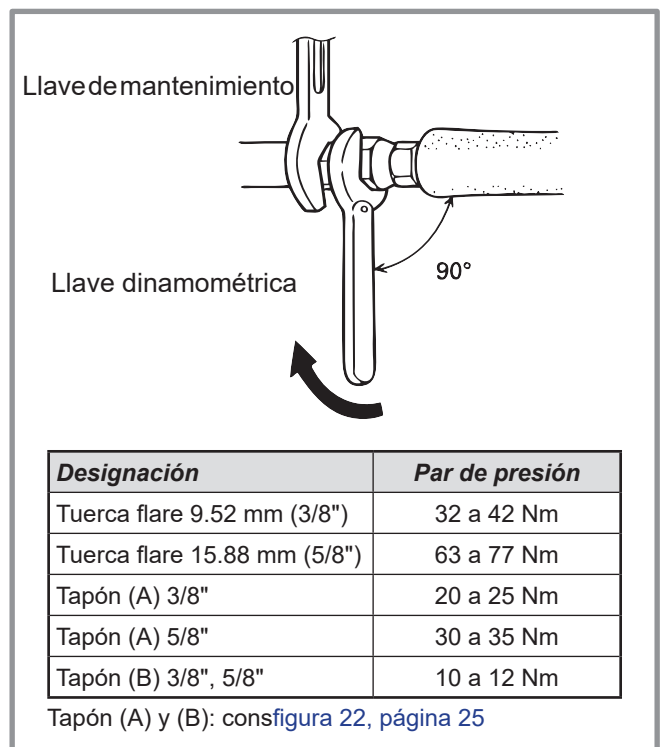

figura 20 - Par de presión
- Respete los pares de presión indicados (figura 20).
- Retire los tapones de acceso (A) de los mandos de las válvulas.
- Vuelva a montar los 2 tapones originales (asegurándose de que estén limpios) y apriételos con el par de presión aconsejado en la tabla de la figura 20, página 23. La estanqueidad en los tapones se realiza únicamente metal sobre metal.